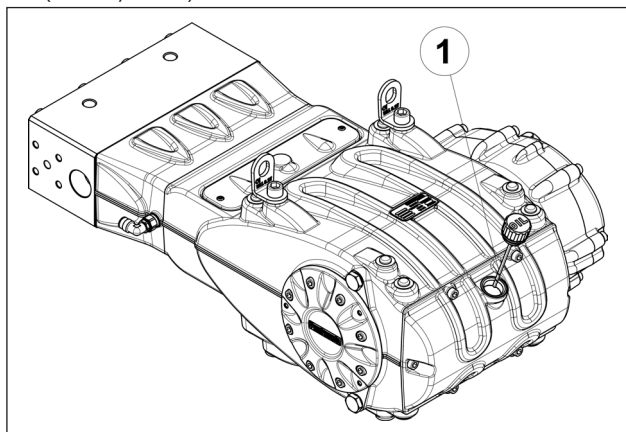

Рис. 9
5. Масло в корпусе насоса находится на заданном уровне при проверке его с помощью соответствующего щупа (поз. ①, Рис. 9).